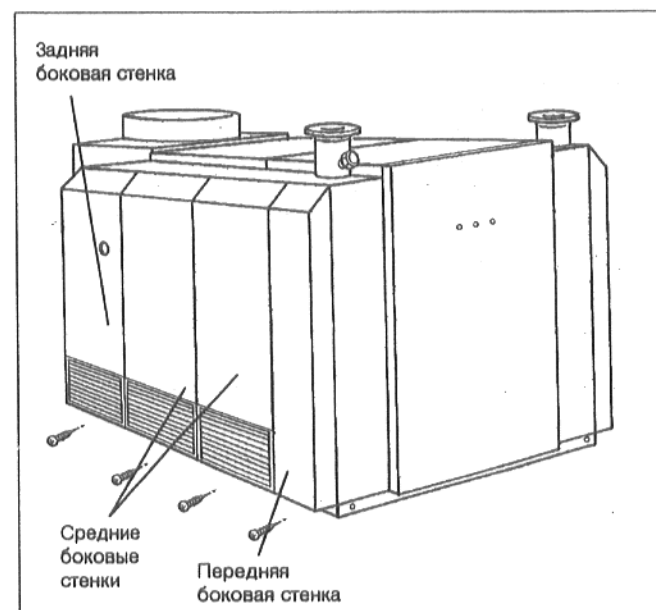

Рис. 36: Типоразмер котла 2 × 16
- Задние и, при наличии, средние\* боковые стенки вставляются сверху в боковые кожухи и привинчиваются внизу к продольным цоколям (рис. 36).